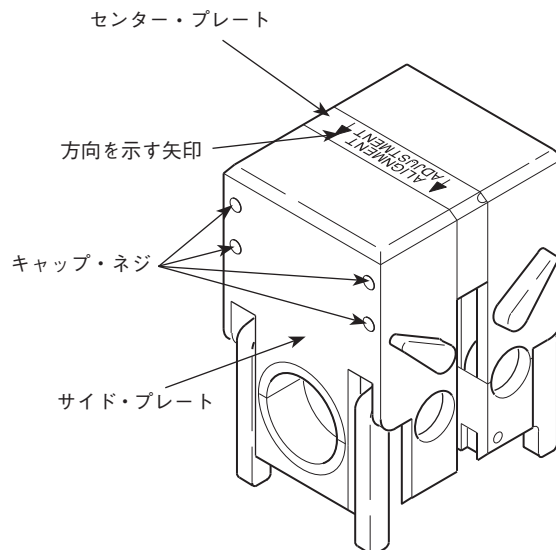

図 22：サイド・プレートを緩める
1. フィクチャー・ブロックをひっくり返し、センター・プレート上の方向を示す矢印を見つめます。この矢印は、適切なサイド・プレートを指し示しています。図 22 をご参照ください。
2. 付属品の 3/32 インチ・サイズの六角レンチを使用して、適切なサイド・プレートのキャップ・ネジ 4 本を緩めて、サイド・プレートをセンター・プレートから少し離します。図 22 を参照して、適切なサイド・プレートを確認します。